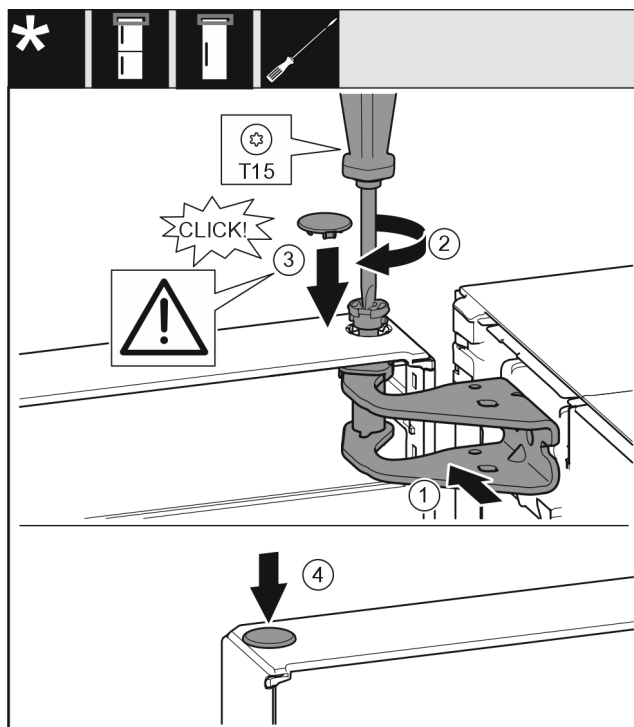

Fig. 58
- ▶ Aligner la porte en haut sur l'ouverture du support de palier Fig. 58 (1).
- ▶ Insérer l'axe Fig. 58 (2) et le serrer avec un tournevis.
- ▶ Installer le couvercle Fig. 58 (3).
- ▶ Vérifier que le couvercle Fig. 58 (3) repose bien sur la porte.
- ▶ Installer le couvercle Fig. 58 (4).